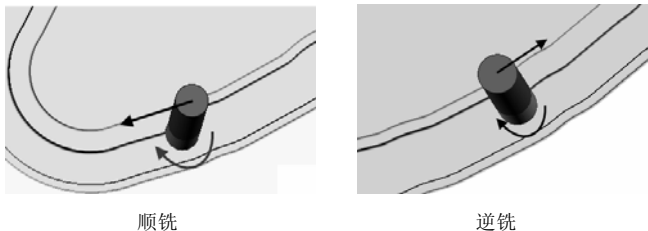

图 2-8 切削方向
- **【顺铣】**：控制刀具只进行顺铣，一般精加工采用，如图 2-8 所示。
- **【逆铣】**：控制刀具只进行逆铣，一般粗加工采用，如图 2-8 所示。